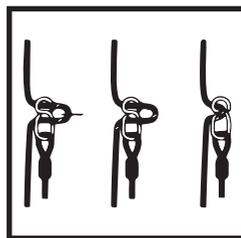

Fig. 2
14. Istruzioni per regolare l'altalena in altezza: si prega di allentare gli estremi della corda orizzontalmente, di modo da poter regolare l'altalena in altezza. Vedi fig. 2.